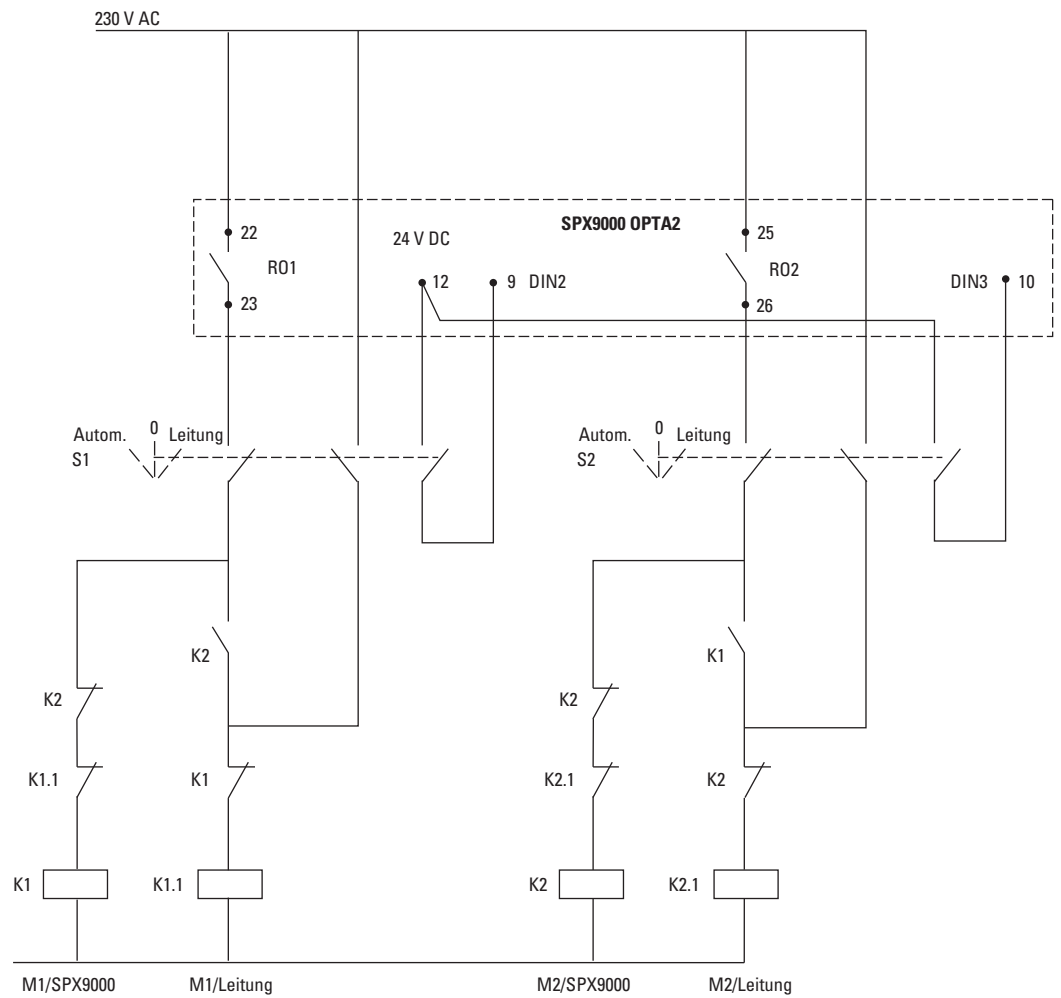
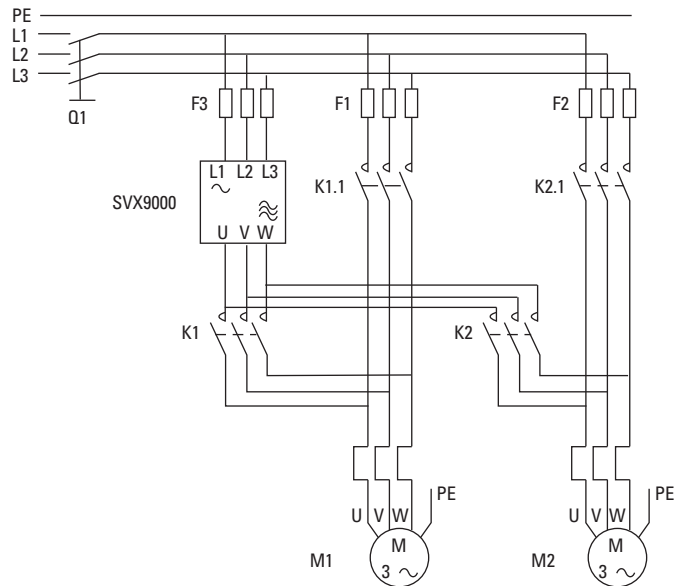
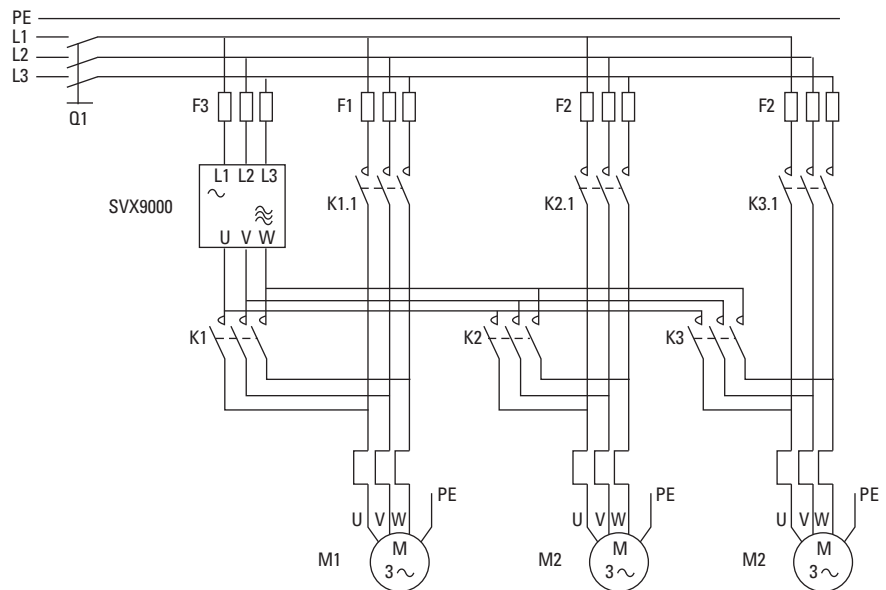

Abbildung 4: Prinzipschaltbild für ein System mit Autowechsel zwischen zwei Pumpen
Abbildung 7: Beispiel einer automatischen Umschaltung (Autowechsel) mit 2 Pumpen, Hauptschaltbild
Abbildung 8: Beispiel einer automatischen Umschaltung (Autowechsel) mit 3 Pumpen, Hauptschaltbild
- Schütze, die durch die Relaisausgänge des Frequenzumrichters gesteuert werden, schalten die Antriebe auf den Frequenzumrichter oder auf die Hauptstromversorgung. Ist der durch den Frequenzumrichter geregelte Motor in der Autowechsel-Sequenz enthalten, wird dieser immer durch das zuerst aktivierte Schütz geregelt. Die zu einem späteren Zeitpunkt aktivierten Relais steuern die Hilfsantriebe (Siehe → Abbildung 7 und → Abbildung 8).
Die automatische Umschaltung der Start- und Stoppreihenfolge wird entweder nur durch die Hilfsantriebe oder durch die Hilfsantriebe und den durch den Frequenzumrichter geregelten Antrieb aktiviert und angewendet. Dies ist von der Einstellung des Parameters 1.9.25, Automatik-Auswahl, abhängig. Der Autowechsel ist per Voreinstellung für zwei Antriebe aktiviert. Siehe → Abbildung 4 und → Abbildung 7.